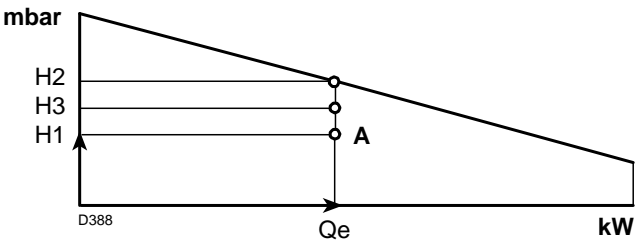

图 4
- 4 从点 A (图 4) 处垂直画一条线，找到出力范围内的最大压力 “H2”。
- 如果 H3 大于 H1 (图 4)，则燃烧器能提供所需出力。